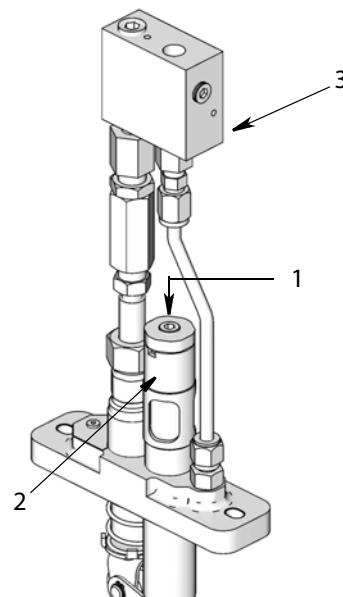

Рис. 7
Модели с активацией по сигналу (Рис. 7)
- Смонтируйте реле давления в выход для датчика (3) (Рис. 7).